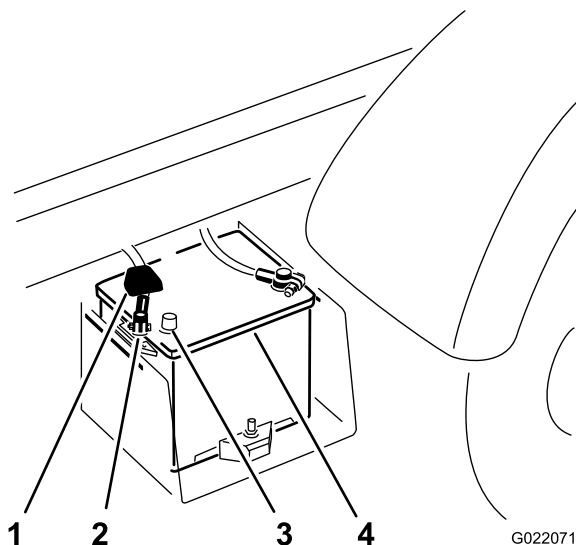

Bild 4
- C. Ziehen Sie die Anschlussklemme des Batteriepluskabels vom Batteriepol ab (Bild 4).
- Schließen Sie das Pluskabel an die Batterie an (Bild 4), siehe „Vorbereiten der Kitinstallation“.